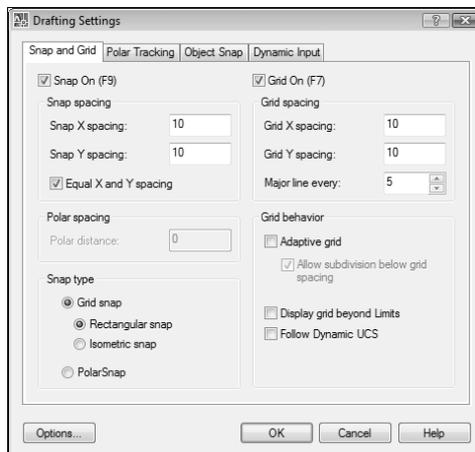

Рис. 3.7. Диалоговое окно Drafting Settings
1. Выберите из меню команду `Tools⇒Drafting Settings` либо введите в командном окне команду `DSETTINGS` или просто `DS`. Перейдите, если в этом есть необходимость, в открывшемся диалоговом окне `Drafting Settings` на вкладку `Snap and Grid` (рис. 3.7). Параметры режимов Grid и Snap находятся в этом окне в группах с соответствующими названиями. Обратите внимание, что для обоих режимов шаг имеет значение 10.